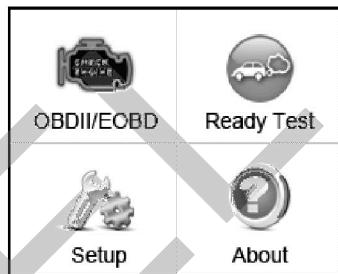

Рисунок 3-1
После подачи электропитания на дисплее сканера отображается **главное окно**. См. рисунок 3-1.
- 1) В **главном окне** с помощью **кнопки прокрутки** выберите раздел **About** [Сведения], а затем нажмите **кнопку ввода/выхода**. Дождитесь появления окна **About** [Сведения]. См. рисунок 3-1.